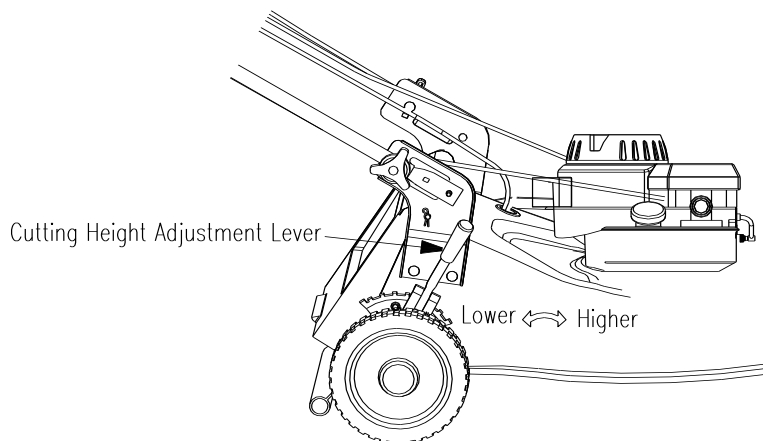

рис. 7
**Регулировка высоты стрижки** (см. рис. 7)
**Примечание:** Для достижения наилучших результатов постепенно снижайте высоту стрижки до оптимальной (см. Рис. 7)